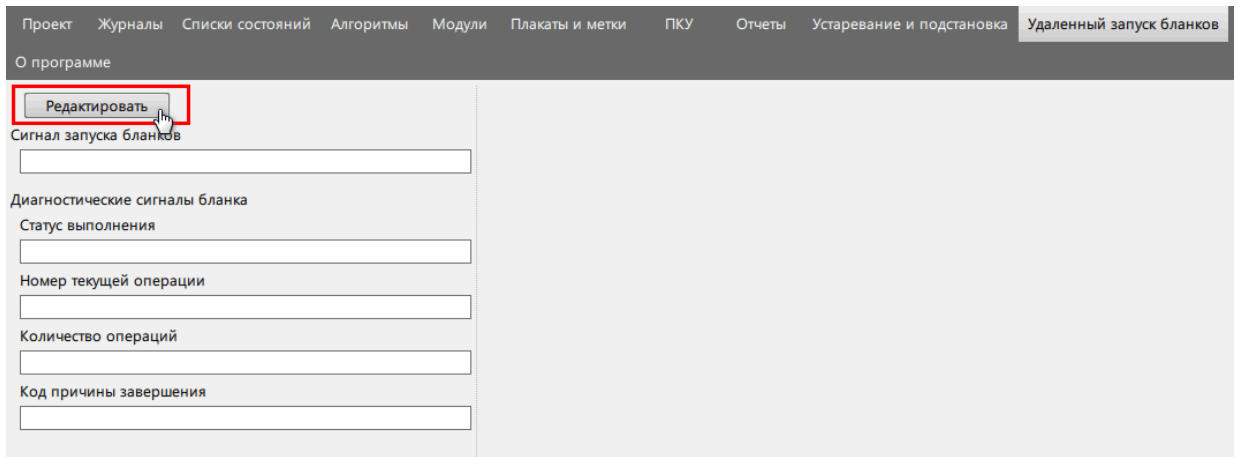

Рисунок 353 - Редактировать
- Перейдите на вкладку **Удалённый запуск бланков** и нажмите **Редактировать** (Рисунок 353).